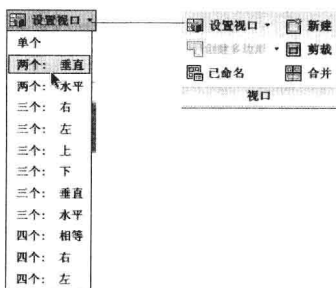
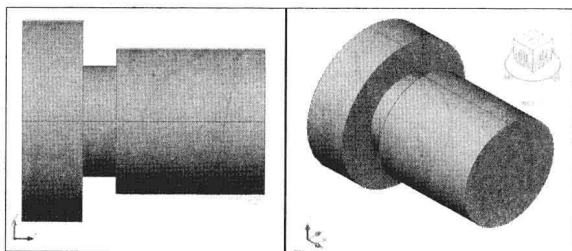

图 9-2-2
图 9-2-3
(1) 打开素材文件“9-2.dwg”，单击“视图”选项卡，在“视口”面板中，单击“设置视口”，在弹出的列表中选择“两个：垂直”，如图9-2-2所示。此时绘图窗口中的视口被分割为两个视口，两个视口观察的角度相同。
(2) 单击左侧视口，该视口边框会呈黑粗线显示，表示激活该视口。单击“视图”选项卡，在“视图”面板中选择“前视”；在“导航”面板中单击“范围”视图缩放按钮，将三视图最大化显示在左侧视口内。
(3) 单击右侧视口，激活该视口。在“视图”面板中选择“西南等轴测”视图，如图9-2-3所示。